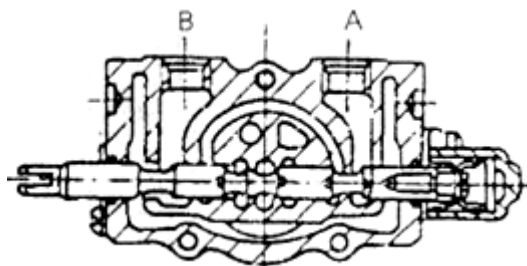

Рис. 7-4
(3) Выдвижной золотниковый клапан (рис. 7-4)